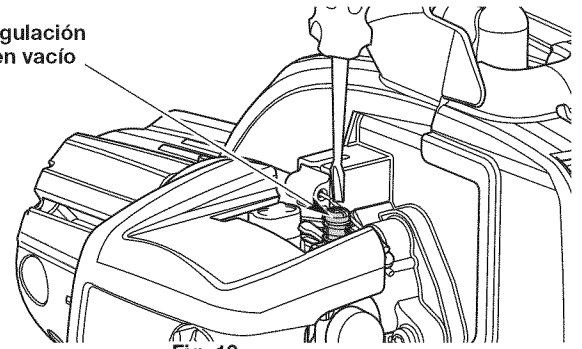

Fig. 19
2. Suelte el control del regulador y deje que el motor trabaje en vacío. Si el motor se apaga, use un destornillador pequeño Phillips para girar el tornillo de marcha en vacío en el sentido de las agujas del reloj, dándole 1/8 de vuelta cada vez (según sea necesario), hasta que el motor funcione en marcha en vacío sin inconvenientes (Fig. 19).
3. Si el motor entra en marcha en vacío muy rápidamente, gire el tornillo de marcha en vacío en sentido contrario a las agujas del reloj 1/8 de vuelta cada vez (según sea necesario) para reducir la marcha en vacío (Fig. 19).